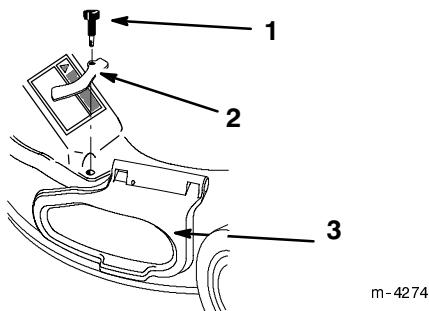

Figure 84
12. Fixez l'angle avant droit à l'éjecteur et au couvercle de l'ouverture latérale avec la fixation déposée précédemment et le long bouton fourni avec le bac de ramassage (Fig. 84).